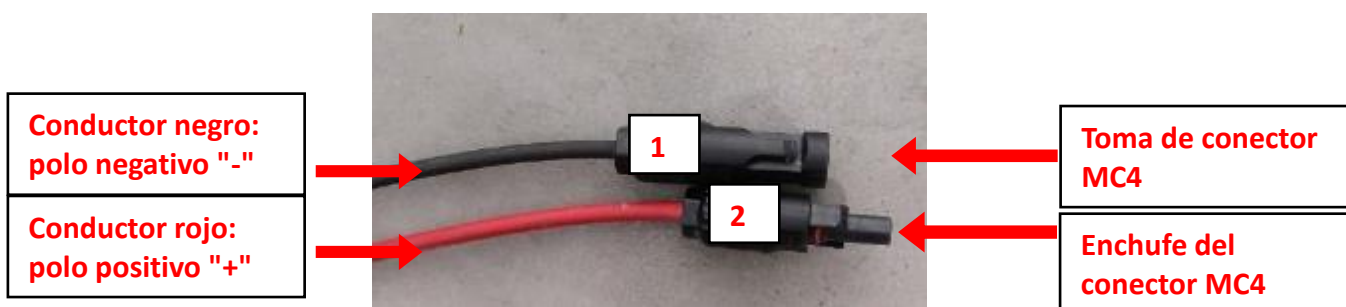

Figura 51 - Cables de derivación desde el panel de cadenas encabezado con conectores MC4
- Aísle la sección de cable que terminará con conector tipo MC4 (Figura 51).
Encabece los cables "+" y "-" en derivación del panel de cadenas con conectores tipo MC4 (no suministrados), como se muestra en Figura 51.